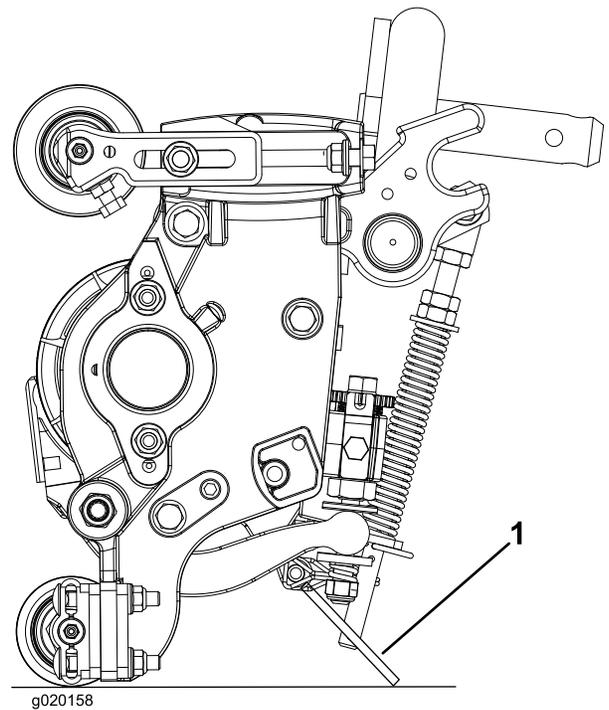

図 12
**重要** ユニットの背面についているベッドバー調整ねじのナットが床に当たっていないことを確認する。 図 12。